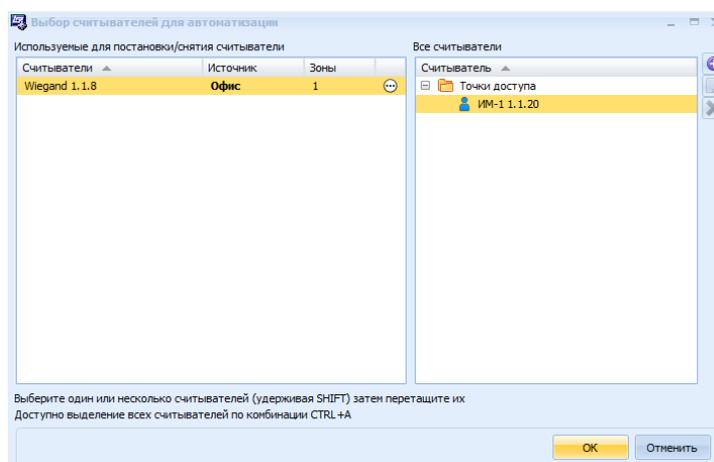

Рис. 9 Окно **Выбор считывателей для автоматизации**
- **Автоматизация** – необходимо выбрать считыватели, которые будут использоваться для автоматической постановки зон на охрану (снятия с охраны) по идентификатору (прикладывание карты или ввод пароля, если установлен кодонаборник) сотрудников данной организации. Для этого следует нажать кнопку **Изменить**, в открывшемся окне **Выбор считывателей для автоматизации** перетащить нужные считыватели из поля *Все считыватели* в поле *Используемые для постановки/снятия считыватели* (Рис. 9).